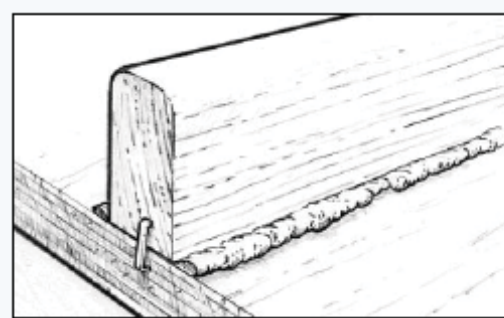

Рис.11. Зафиксируйте детали до момента, когда смола застынет до состояния геля.
3. Зажимы. Для того, чтобы удерживать компоненты на месте, используйте зажимы. При фиксации деталей используйте достаточное усилие, чтобы небольшое количество материала выдавилось из пазов, что будет означать, что эпоксидная смола вступила в контакт с обеими поверхностями (Рисунок 11). Не применяйте чрезмерное усилие, при котором из пазов выйдет вся смола.